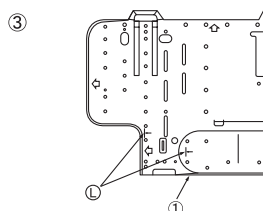

Fig. 3-7
- ③ Wenn das konische Rohr vorab in die Mauer eingefügt wurde: (Fig. 3-7)